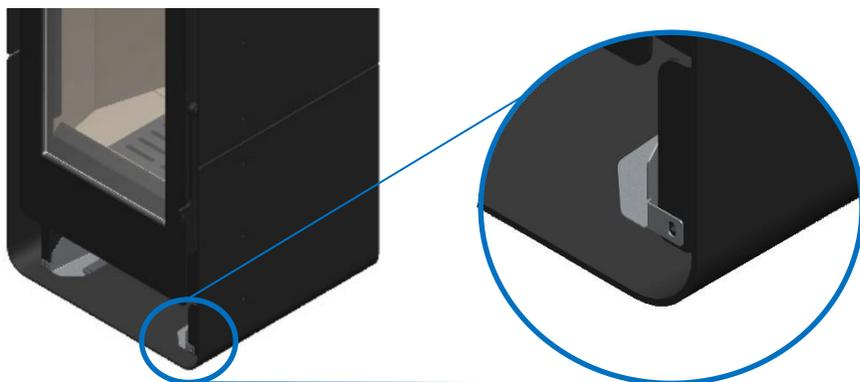

Figure 39 – Fixation du kit de ventilation au poêle Tek Round Eco
* Ensuite, placez le kit de ventilation dans l'équipement en faisant coïncider le trou de celui-ci avec celui du poêle, Figure 39;